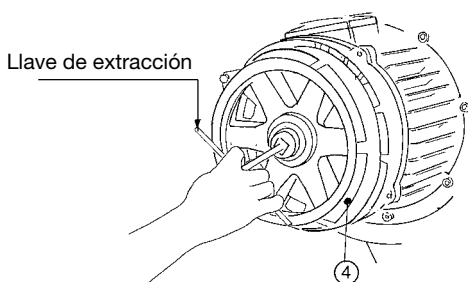

Fig. 18
Desmontaje y montaje: comprobar que no haya una carga aplicada; destornillar los tornillos pos. 1 (Fig. 16), quitar la campana de freno pos. 2 (Fig. 16) y quitar la abrazadera de regulación pos. 3 (Fig. 16) freno con la llave específica (Fig. 17). Con la ayuda de un extractor, quitar el ventilador de freno pos. 4 (Fig. 18). Montar el nuevo ventilador empujándolo hacia adelante con la ayuda del mazo de plomo; volver a montar la campana de freno pos. 2 (Fig. 16) y los tornillos pos. 1 (Fig. 16); después, regular como se indica en el capítulo “regulación del ventilador de freno” de la pág. 65.